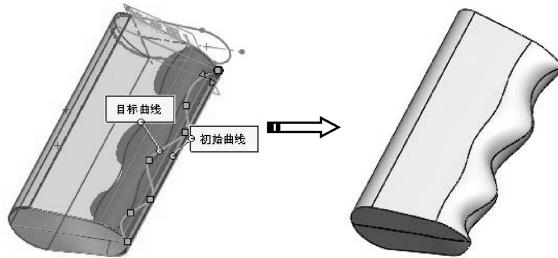

图 3-64 变形的结果
- 15 保留属性面板中其余选项的默认设置，单击【确定】按钮 ，完成变形，如图 3-64 所示。